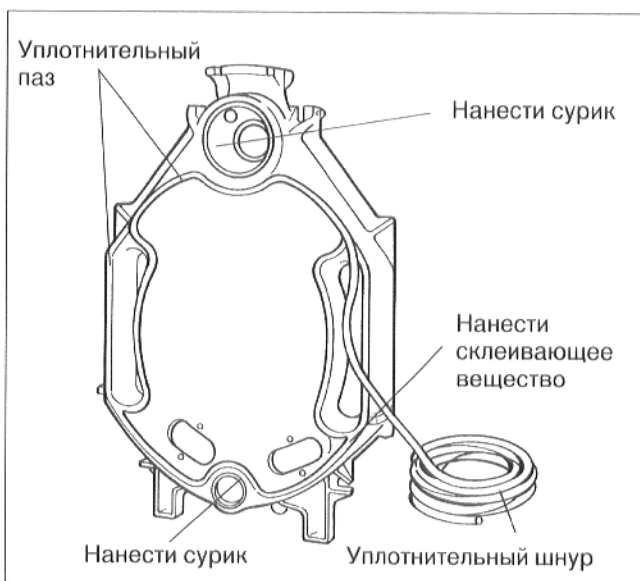

Рис. 11
- Вложить, слегка вдавливая, эластичный уплотнительный шнур в уплотнительный паз передней стороны заднего элемента, начиная с верхней части ступицы. У стыка хорошо сжать концы уплотнительного шнура (рис. 11).
- Покрыть уплотнительные поверхности ступиц суриком (рис. 11).
- Покрыть уплотнительные пазы склеивающим веществом (Primer) (рис. 11).